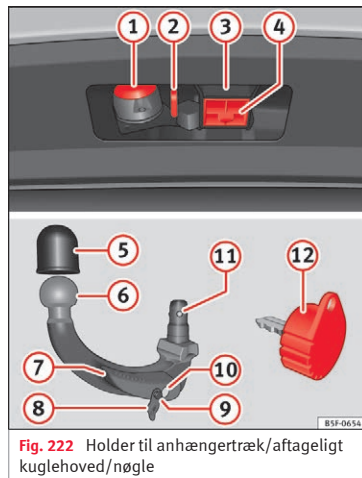

Fig. 222 Holder til anhængertræk/aftageligt kuglehoved/nøgle
Forklaring til »» Fig. 222
- Tag afdækningen til holderen til krogen **4** » Fig. 222 nedad og af.